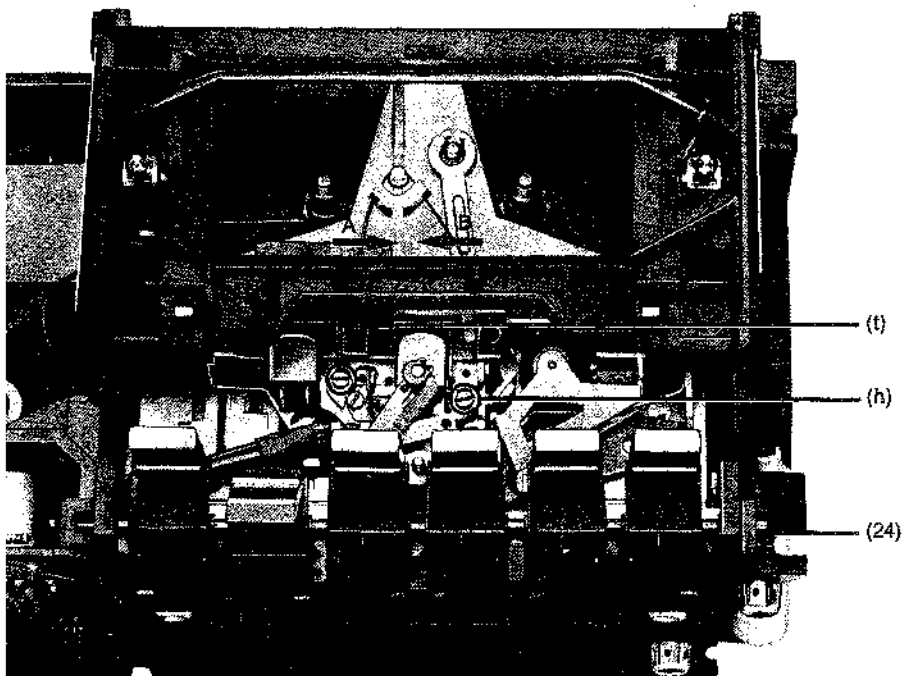

Bild 2
3.8 Laufwerk ausbauen [Bild 2, 5]
- Bild 2: